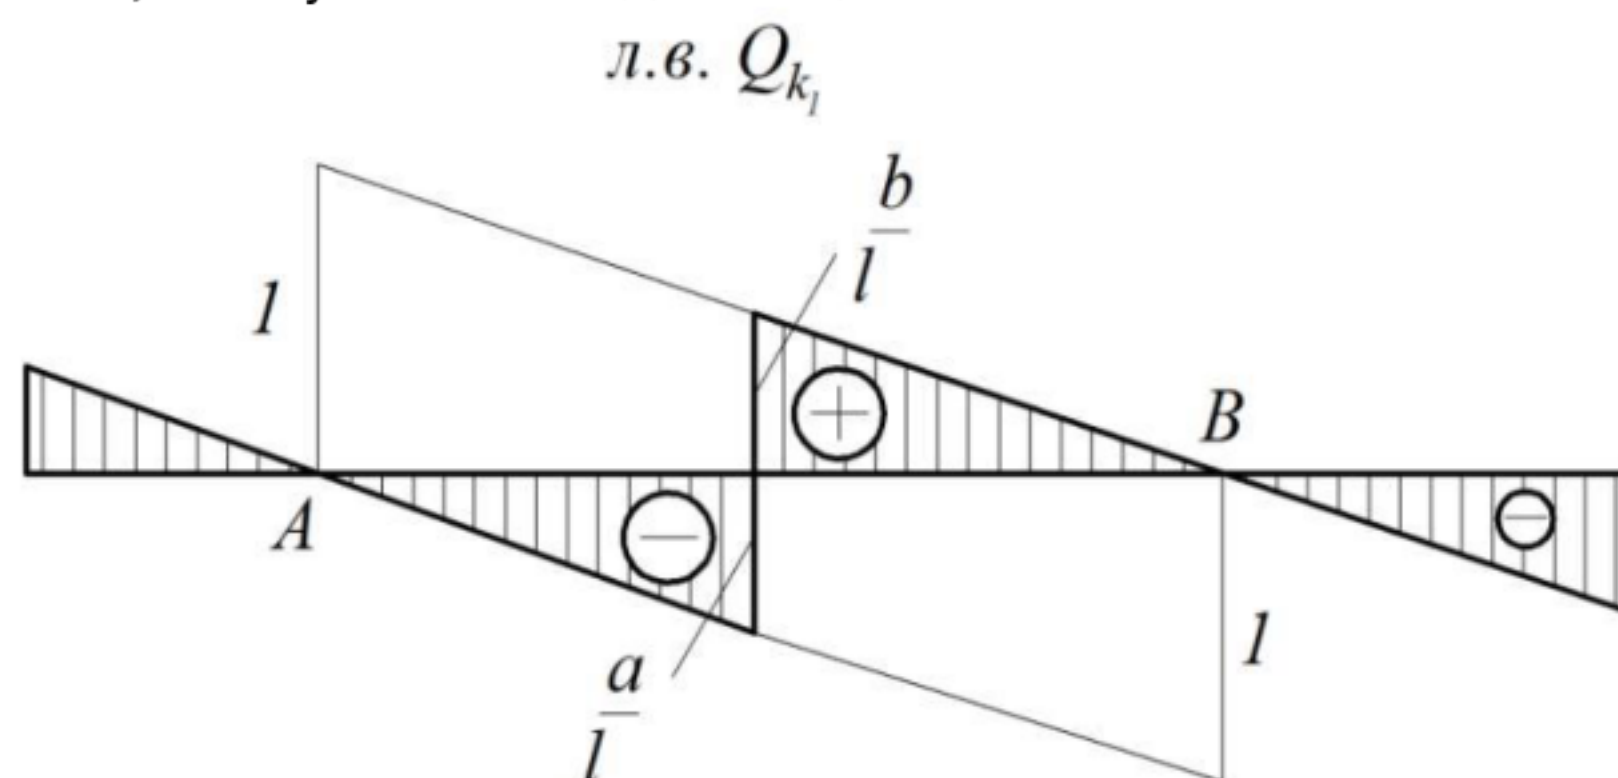

Рисунок 0.11
Линия влияния поперечной силы Q_{k_1} (рис. 0.11)
1. На левой опоре *вверх* откладывают отрезок равный единице (рис.0.11)